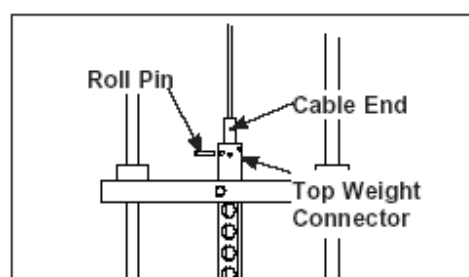

Figura 8
3. Ajuste com Pino - Este tipo de ajuste utiliza um pino e uma série de furos no conector de peso superior. Veja Figura 8.